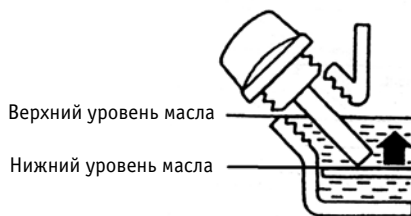

Рис. 10
3. Снимите крышку заливной горловины с масляным щупом. Если уровень низкий, медленно добавьте масло до уровня между верхним (H) и нижним уровнем масла (L) **(рис. 10)**.